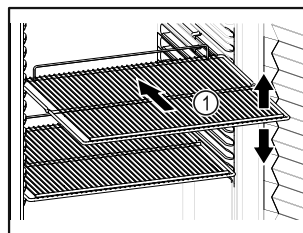

Fig. 71 Näitlik kujutis
- Kui hoiurestid Fig. 71 (1) on teisaldatavad, siis kohandage olenevalt kõrgusest.